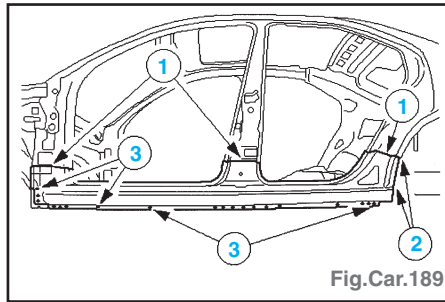

Fig.Car.189
- Bas de caisse (Fig.Car.189) :
- souder en cordon continu sous gaz protecteur (1),
- rabattre la bride de passage de roue (2),
- souder par bouchonnage (3) par le bas la zone de renfort de montant B.